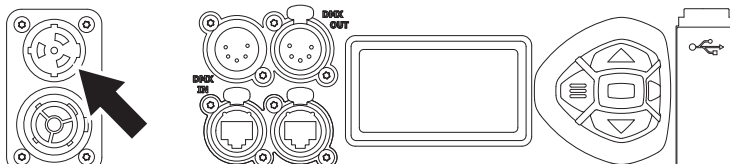
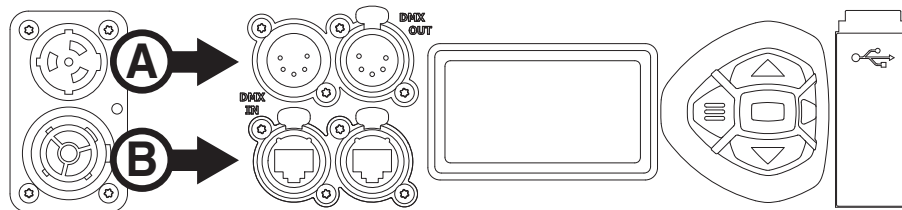

Bild 7: Mains input socket
Bild 8: Data connections
2. Siehe Bild 7. Richten Sie die Führung der TRUE1
Der MAC Allure Profile ist mit 5-poligen DMX-Verbindern für DMX- und RDM-Signale ausgestattet (siehe **A** in Bild 8). Die Pinbelegung ist wie folgt:
Der MAC Allure Profile ist mit Neutrik etherCON Datenanschlüssen ausgestattet (**B** in Bild 8). Er akzeptiert DMX und RDM Daten per Art-Net und sACN und das Martin P3 Videoprotokoll (siehe Bild 7 auf Seite 11). Jeder Netzwerkanschluss kann als Datenein- oder -ausgang verwendet werden.